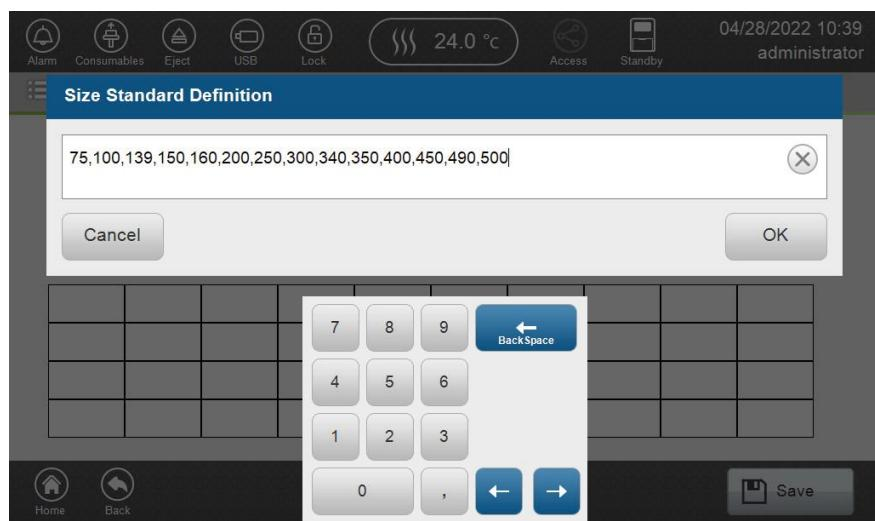

図 138 Size Standard Definition 画面
5. ポップアップ画面に size standards のサイズを入力します。 (図 138)